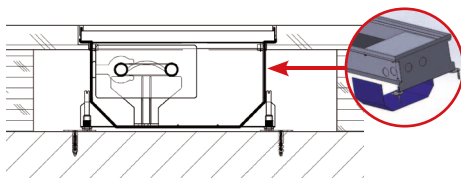

РИС. 5: Пустотелый пол – ребра жесткости для внутрипольного конвектора без вентилятора.
- » При установке в пустотелый пол, особенно, если предполагается большая нагрузка (например, в общественных зданиях или офисных помещениях), необходимо с внешней стороны корпуса конвектора установить ребра жесткости для пустотелого пола – Ребра жесткости предназначены для обеспечения стабильности формы (Рис. 5). (В стандартный комплект поставки конвектора ребра жесткости не входят – необходимо указать до заказа).